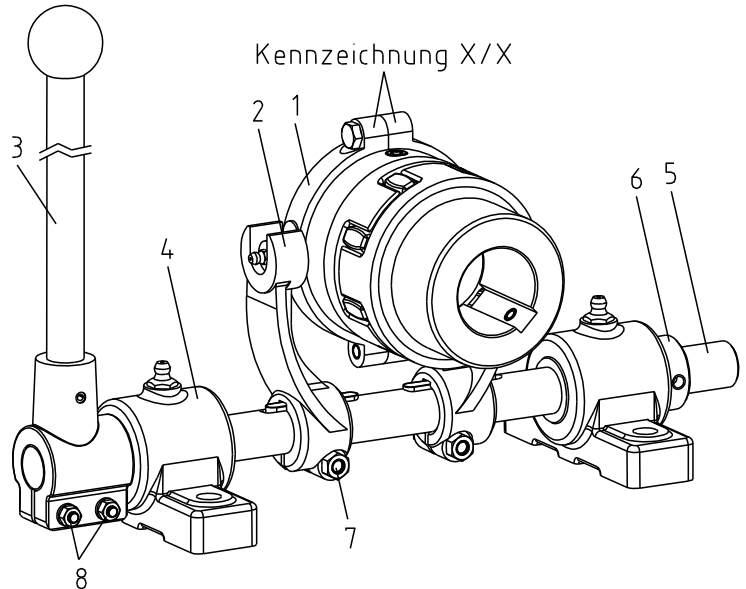

Bild 8: ROTEX® SD mit Schaltgestänge
- Vor Montage Schleifring (Bauteil 1, Bild 8) prüfen, ob Schmiernippel/Staufferbuchse sowie Beschädigungen vorhanden sind.
- Schaltzapfen/Schleifring in die Schaltgabeln (Bauteil 2, Bild 8) einsetzen.
- Schaltwelle über Klemmstück, Schalthebel und Klemmring (Bauteil 6, Bild 8) axial sichern.